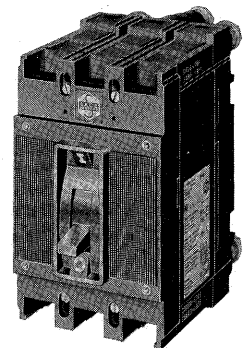

Fig. 3
4.2.2.2. Interruttore estraibile con attacchi anteriori o posteriori (fig. 3)